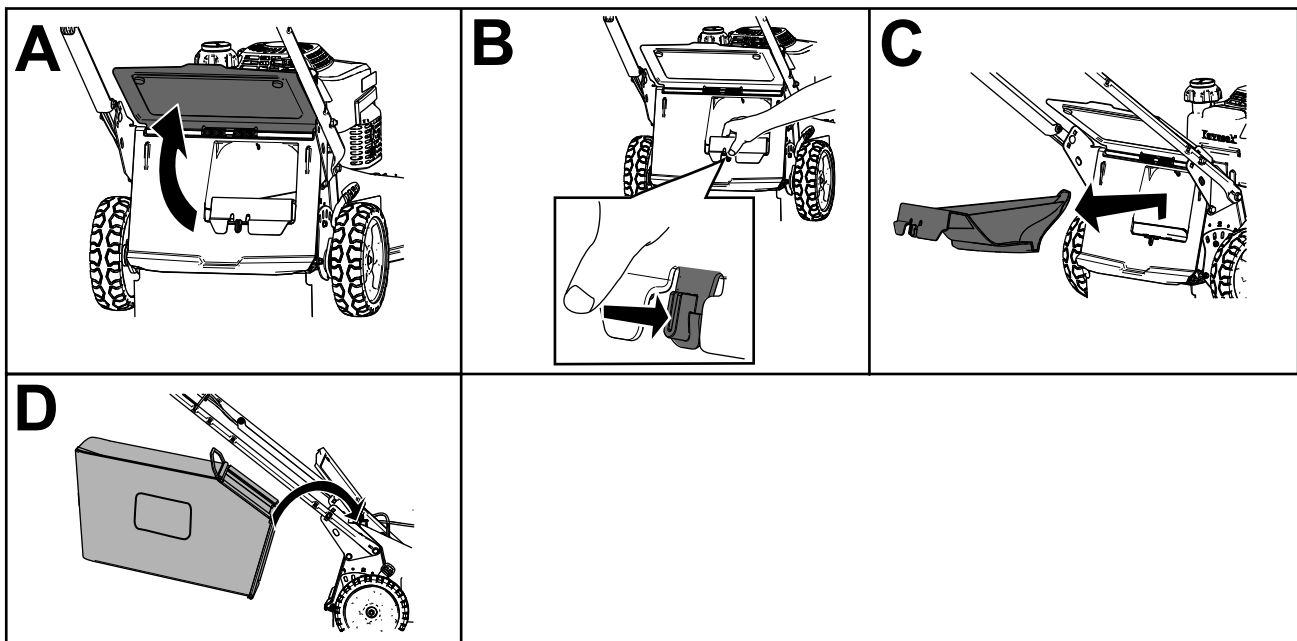

Figura 21
2. Faça subir e mantenha elevado o defletor traseiro (A da Figura 21).
3. Retire o bujão de descarga traseira empurrando o trinco para baixo com o polegar e retirando o bujão da máquina (B e C de Figura 21).
4. Instale as extremidades da barra do saco nas ranhuras na base da pega e abane o saco para a frente e para trás para assegurar que as extremidades estão encaixadas na parte inferior de ambas as ranhuras (D de Figura 21).